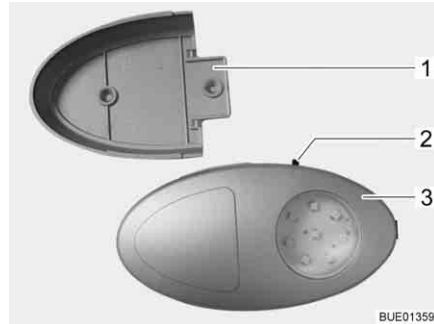

Bild 64 Kleiderschrankleuchte
- ▷ Die Kleiderschrankleuchte kann aus der verschraubten Halterung (Bild 64,1) herausgezogen und als Taschenlampe verwendet werden.
Der Ein-/Aus-Schalter (Bild 64,2) ist direkt an der Kleiderschrankleuchte (Bild 64,3) angebracht.